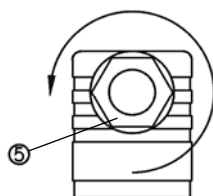

Fig. 3
- Desserrer le raccord PG9 (5, Fig. 3).